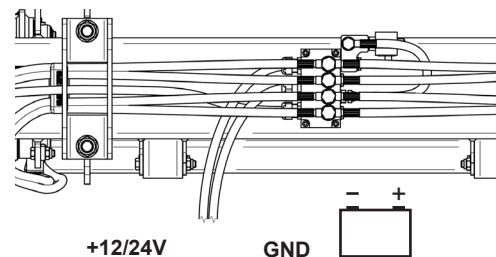

Abbildung 67. Kabel des Lifts für Stromanschluss
2. Schließen Sie den Erdungsanschluss (GND) und +12/24V an den Lift, siehe Abbildung 67. Siehe auch Abschnitt "18.2 Maximaler Stromverbrauch - Kleinster empfohlener Leitungsquerschnitt" auf Seite 78.
3. Montieren Sie eine Brücke zwischen den Eingängen CSPWR und CS, um einen eingeschalteten Fahrerhausschalter CS zu simulieren, siehe Abbildung 67.